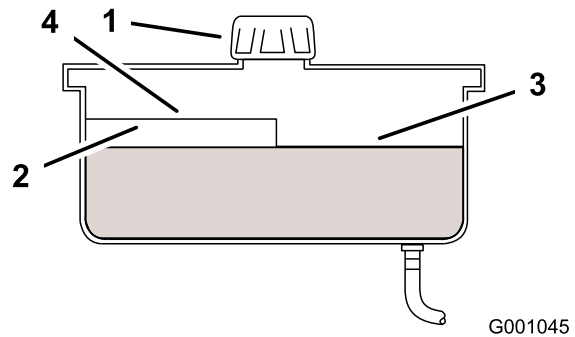

Figura 75
2. Limpie alrededor del cuello de llenado del depósito de aceite hidráulico (Figura 75).
3. Retire el tapón del cuello de llenado. Mire dentro para ver si hay fluido en el depósito (Figura 75).
Nota: El nivel de fluido debe llegar a la parte superior del nivel caliente del tabique cuando el fluido está caliente (Figura 75).